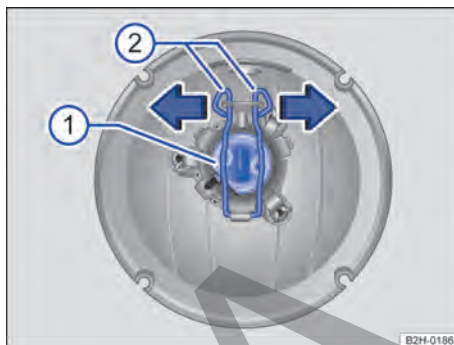

Fig. 157 Faro adicional en el techo del vehículo: cambiar la lámpara.
6. Presione los bloqueos hacia abajo y desengánchelos en el sentido de las flechas → Fig. 157 ②.
7. Extraiga el portalámparas del reflector → Fig. 157 ①.
10. Presione los bloqueos hacia abajo y engánchelos en el sentido contrario al de las flechas → Fig. 157 ②.